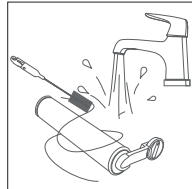

Abb. 14 – Mikrofaserrolle reinigen
- ▶ Reinigen Sie den Mikrofaserrolle unter fließendem Wasser. Nutzen Sie hierzu ggf. auch die mitgelieferte Reinigungsbürste (28) (**siehe Abb. 14**).